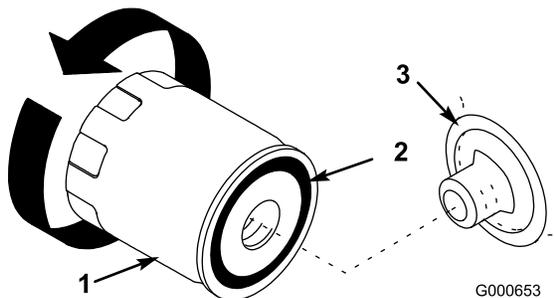

Bild 26
7. Entfernen Sie den Altfilter und wischen die Kontaktfläche am Filteradapter (**Bild 26**) ab.
10. Ölen Sie die Gummidichtung am Ersatzfilter leicht mit Frischöl ein (**Bild 26**).
11. Setzen Sie den Ersatzölfilter auf den Filteradapter auf. Drehen Sie den Ölfilter nach rechts, bis die Gummidichtung den Filteradapter berührt. Ziehen Sie ihn dann um eine weitere halbe Umdrehung an (**Bild 26**).